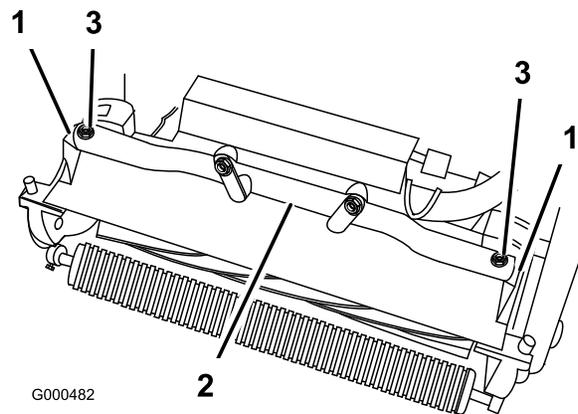

Bild 6
4. Drehen Sie den Zugmaschinenrahmen (Bild 6) nach vorne, bis er in die Gelenkarme des Mähwerks greift.
5. Befestigen Sie den Zugmaschinenrahmen mit (2) Schrauben (M10 x 25 mm) an den Gelenkarmen des Mähwerks (Bild 6)